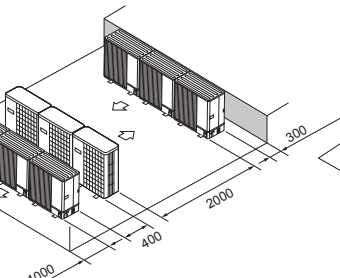

Fig. 2-17
- (6) Aranjare: unități multiple, paralele (Fig. 2-17)